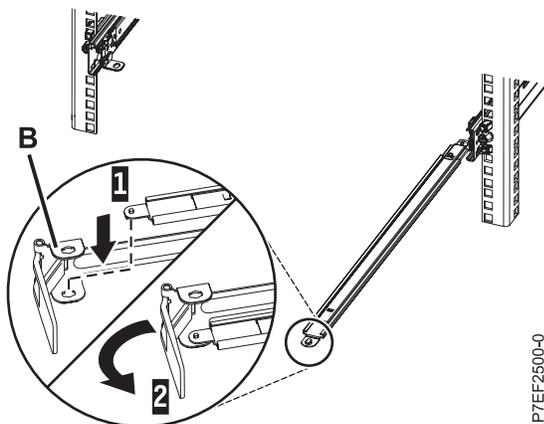

Figura 13. Fijación de la pieza de sujeción de tope de portacables al brazo de soporte
2. Localice el orificio de la esquina inferior interna de la pieza de sujeción de tope de portacables en forma de L (**B**). Coloque el extremo que queda libre del brazo de soporte de modo que la lengüeta de bloqueo de la parte inferior de la punta quede alineada con el orificio de la abrazadera. Inserte la pestaña en el orificio (**1**) y haga girar la pieza de sujeción (**2**) para fijarla al brazo de soporte, tal como se muestra en la Figura 13.